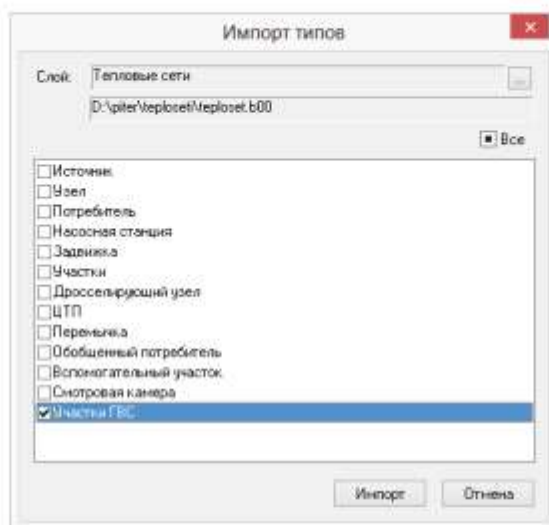

Рисунок 4.24. Выбор типов для импорта
3. В списке типов выбранного слоя отметить типы для импорта, и завершить импорт нажатием кнопки Импорт. (смотрите Рисунок 4.24. «Выбор типов для импорта»).